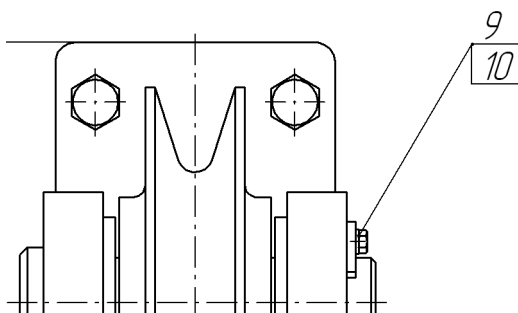

Рис. 57.42.
21. Уменьшите масштаб изображения (рис. 57.42).